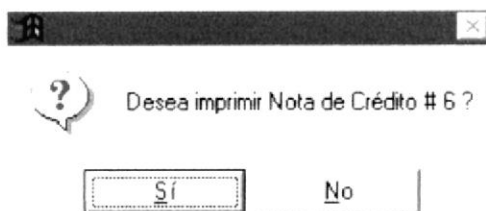

Figura 9.53 Mensaje de Impresión de Nota de Crédito
7. Si seleccionó y luego presionó el botón **Aceptar**, entonces le aparecerá el mensaje de impresión de la Figura 9.53
4. Luego presentará el mensaje de impresión de la Nota de Crédito tal como se presentó en la figura 9.53